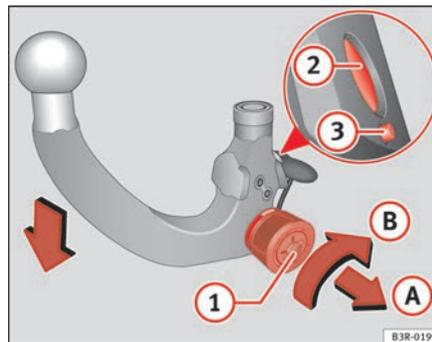

Fig. 152 Dispositif d'attelage amovible : précontrainte de la boule d'attelage
- Introduisez la clé ① ⇒ page 202, fig. 152 dans la serrure de la molette puis tournez-la vers le repère rouge.
- Sortez la molette dans le sens de la flèche A et tournez-la ensuite, en position tirée, dans le sens de la flèche B jusqu'à crantage du pivot de verrouillage ② et la sortie (visible) du pivot de déclenchement ③ ⇒ ⚠.